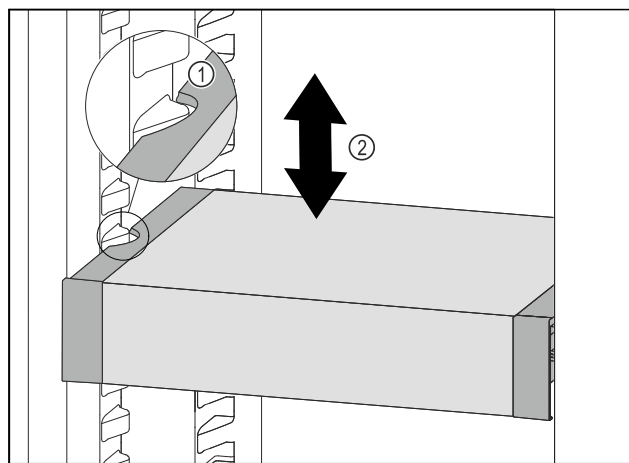

Fig. 173
- Táhněte VarioSafe dopředu, dokud nebudou boční vybrání VarioSafe na úrovni žebrování na nádoby v chladniče. Fig. 173 (1)
- Posouvejte VarioSafe v chladniče nahoru nebo dolů, dokud nedosáhnete požadované výšky. Fig. 173 (2)